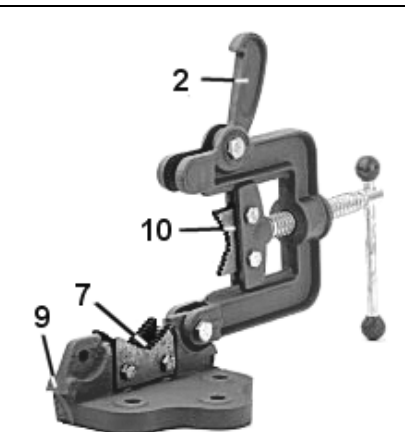

Рис. 3
6.4. Для установки длинных заготовок необходимо освободить защёлку (2) из зацепления с фиксатором (9), как показано на рис. 3, и откинуть раму (3).